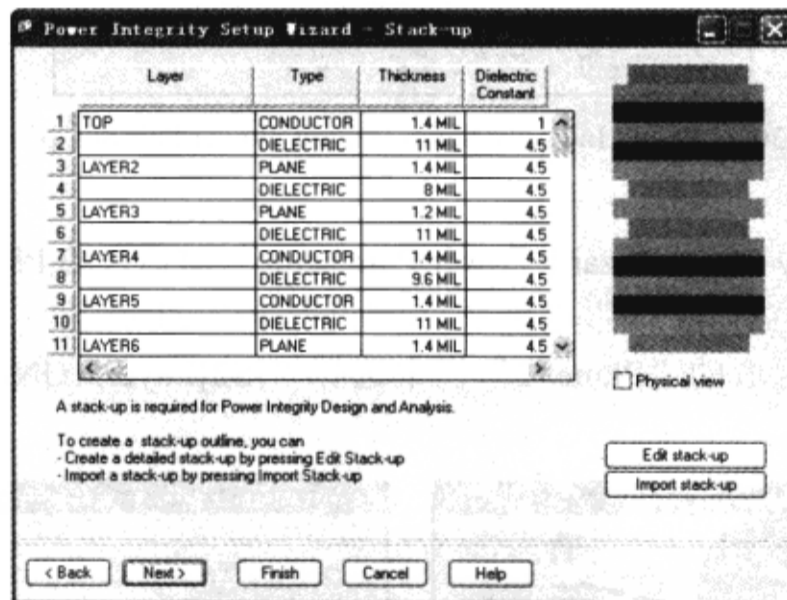

图 10-7-28 “Power Integrity Setup Wizard-Stack-up”对话框
2) PCB 边框 因为所打开的 PCB 文件已经完成了对 PCB 边框的设置，所以不需要修改。在“Power Integrity Setup Wizard-Introduction”窗口中单击“Next”按钮，弹出“Power Integrity Setup Wizard-Stack-up”对话框，如图 10-7-28 所示。